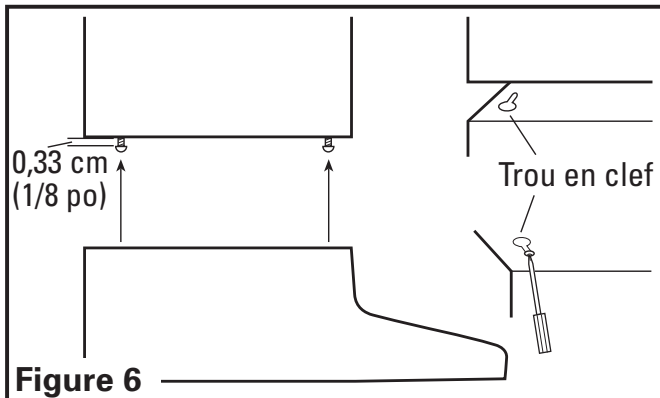

Figure 6
5. Installer les 4 vis de montage aux endroits marqués précédemment. Laisser un dégagement d'environ 0,33 cm (1/8 po). Glisser la hotte en place au travers des trous en poire et aligner le devant de la hotte pour qu'il soit à effleurement avec le devant des armoires. Visser fermement toutes les vis (**Figure 6**).